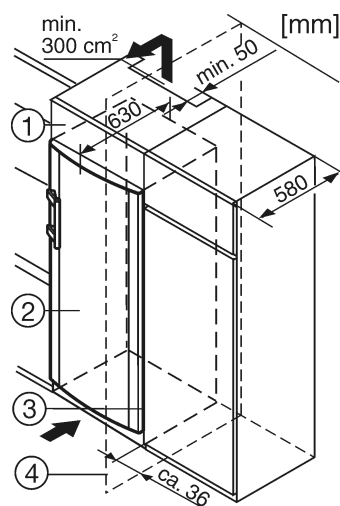

Fig. 14
- (1) Overskab
- (2) Apparat
- (3) Køkkenskab
- (4) Væg
Ved integration med normerede køkkenskabe (dybde maks. 580 mm) kan apparatet stilles op direkte ved siden af køkkenskabet Fig. 14 (3). Apparatets dør rager i siden 34 mm og i apparatets midte 50 mm frem i forhold til køkkenskabfronten. Således kan den åbnes og lukkes uden vanskeligheder.
Hvis apparatet opstilles med hængslerne ved siden af en væg *Fig. 14 (4)*, skal afstanden mellem apparatet og væggen være mindst 36 mm. Dette svarer til håndtagets udhæng ved åbnet dør.